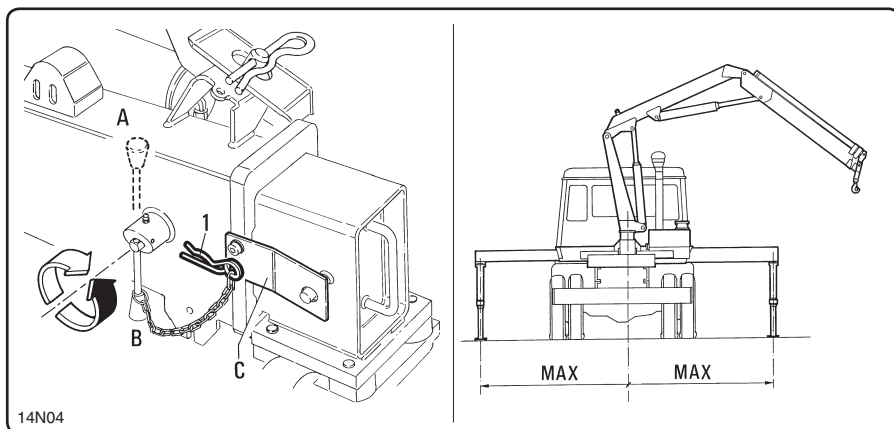

Fig. 6.7.3
- 1** Sbloccare i bracci stabilizzatori (uno per volta agendo sull'apposita maniglia di bloccaggio pos. "A" fig. 6.7.3) e sollevando il fermo "C" sfilare manualmente il braccio stabilizzatore (impugnando, con entrambe le mani, l'apposita maniglia posta sull'estremità del braccio).
A corsa quasi ultimata rimettere la maniglia in posizione di blocco (pos. "B" fig. 6.7.3); assicurarsi che il perno sia bloccato nell'apposito foro del braccio stabilizzatore. Ripetere l'operazione per ciascun stabilizzatore, compresi quelli supplementari.
- 1** Release the outrigger booms (one at a time) by means of the appropriate locking handle (pos. "A" fig. 6.7.3) and extend the outrigger boom manually by lifting stop "C" (by firmly holding the appropriate handle at the end of the boom with both hands).
When the booms is almost fully extended, return the handle to the locking position (pos. "B" fig. 6.7.3) checking that the pin is locked in the appropriate hole into the outrigger boom. Repeat this operation for each of the outriggers, including the supplementary ones.
Ad operazione ultimata verificare sempre che tutte le maniglie di fig. 6.7.3 si trovino in posizione di blocco "B" e la spilla di sicurezza "1" sia inserita. Se il braccio non è bloccato durante il lavoro potrebbe rientrare nella propria sede provocando il ribaltamento dell'allestimento.
At the end of the operation, always make sure the hand-grips in figure 6.7.3 are locked in position "B" and the safety pin "1" is fitted.
Agire sulla leva di bloccaggio del braccio stabilizzatore che si intende sfilare fig. 6.7.3 e ruotarla in pos. "A" di sbloccaggio del braccio.
Operate the locking lever of the outrigger boom you wish to extend, fig. 6.7.3, and turn it to pos. "A" to release the boom.